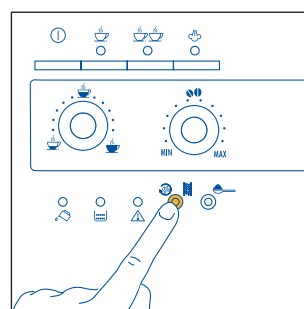

Fig. 14
1) Se, appena accesa la macchina, si richiede una tazza di caffè corto (inferiore a 60cc), usare l'acqua calda del risciacquo per pre-riscaldare le tazze (vedi consiglio par. 4.3 punto5). Se invece dall'ultimo caffè fatto, sono trascorsi più di 2/3 minuti, prima di richiedere di nuovo un caffè è necessario pre-riscaldare l'infusore premendo il tasto ☕☕ (fig. 14). Lasciare poi defluire l'acqua nella vaschetta